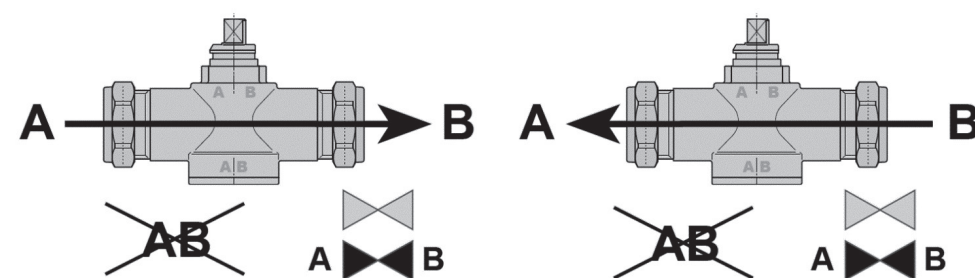

Рис. 17.
Рабочая среда через двухходовой клапан может перемещаться продольно в любом направлении, а через трехходовой клапан – между нижним патрубком (AB) и одним из боковых (A или B) в зависимости от положения затвора, как на слияние, так и на разделение потоков (рис.17).